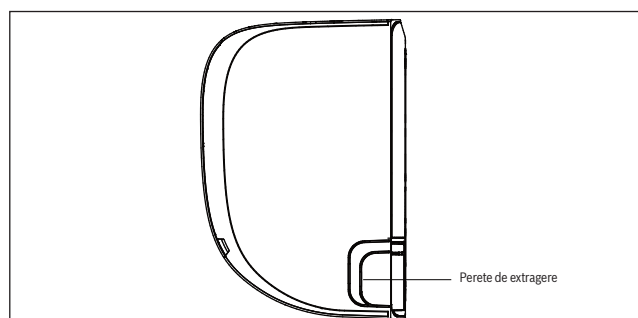

Fig. 10.
2. Dacă orificiul din perete se află în spatele unității, păstrați peretele de extragere la locul său. Dacă orificiul din perete se află pe partea laterală a unității interioare, îndepărtați peretele de extragere din plastic de pe partea unității. (A se vedea **fig. 10**). Astfel se va crea o fantă prin care tubulatura dumneavoastră poate ieși din unitate. Folosiți clești cu falci lungi dacă este prea dificil să îndepărtați manual peretele de plastic.